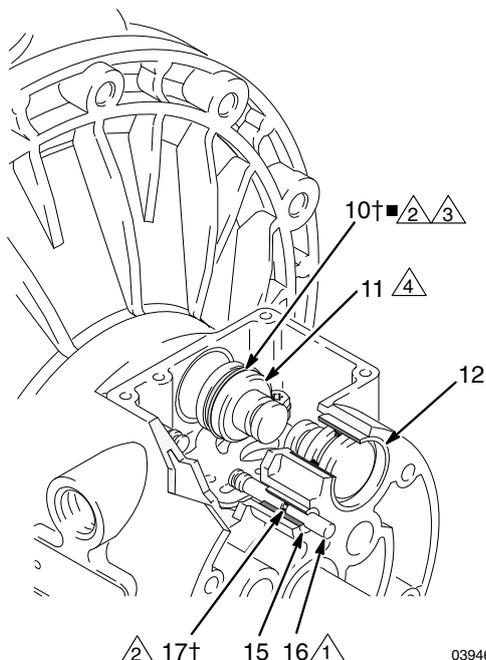

Fig. 8
4. Estrarre i due pistoni degli attuatori (11) al di fuori dei cuscinetti (12). Rimuovere i premiguarnizioni a U (10) dai pistoni. Estrarre gli spinotti guida (16) dai cuscinetti (15). Rimuovere gli anelli di tenuta (17) dagli spinotti guida. Consultare Fig. 8.
6. Verificare che i cuscinetti (12, 15) siano in posizione. Consultare Fig. 8. I cuscinetti sono rastremati e, se danneggiati, vanno rimossi dall'esterno. Questo richiede lo smontaggio della sezione con il fluido. Vedere la pagina 22.
4. Installare un o-ring (17) su ciascun pin guida (16). Ingrassare pin e o-ring. Inserire gli spinotti nei cuscinetti (15), con il lato **stretto** prima. Consultare FIG. 8.
5. Installare una guarnizione a U (10) su ciascun pistone dell'attuatore (11), in modo che i bordi della guarnizione si trovino di fronte alla parte **ristretta** dei pistoni. Consultare FIG. 8.
6. Lubrificare le guarnizioni a U (10) e i pistoni dell'attuatore (11). Inserire i pistoni dell'attuatore nei cuscinetti (12), con il lato **largo** prima. Lasciare il lato stretto dei pistoni visibile. Consultare FIG. 8.